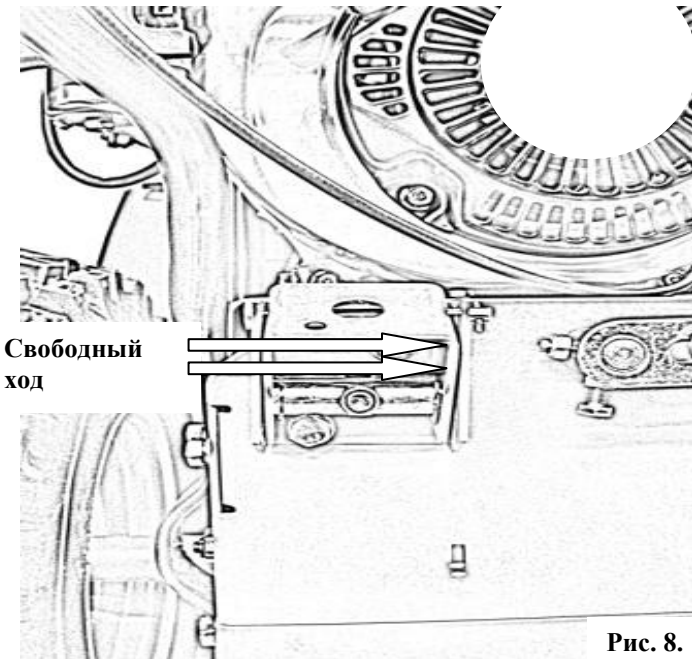

Рис. 8.
4. Вставить «Г-образный» конец тяги в отверстие кронштейна рычага привода колес, при этом пружина должна выбрать свободный ход кронштейна оси привода колес (см. Рис. 8).